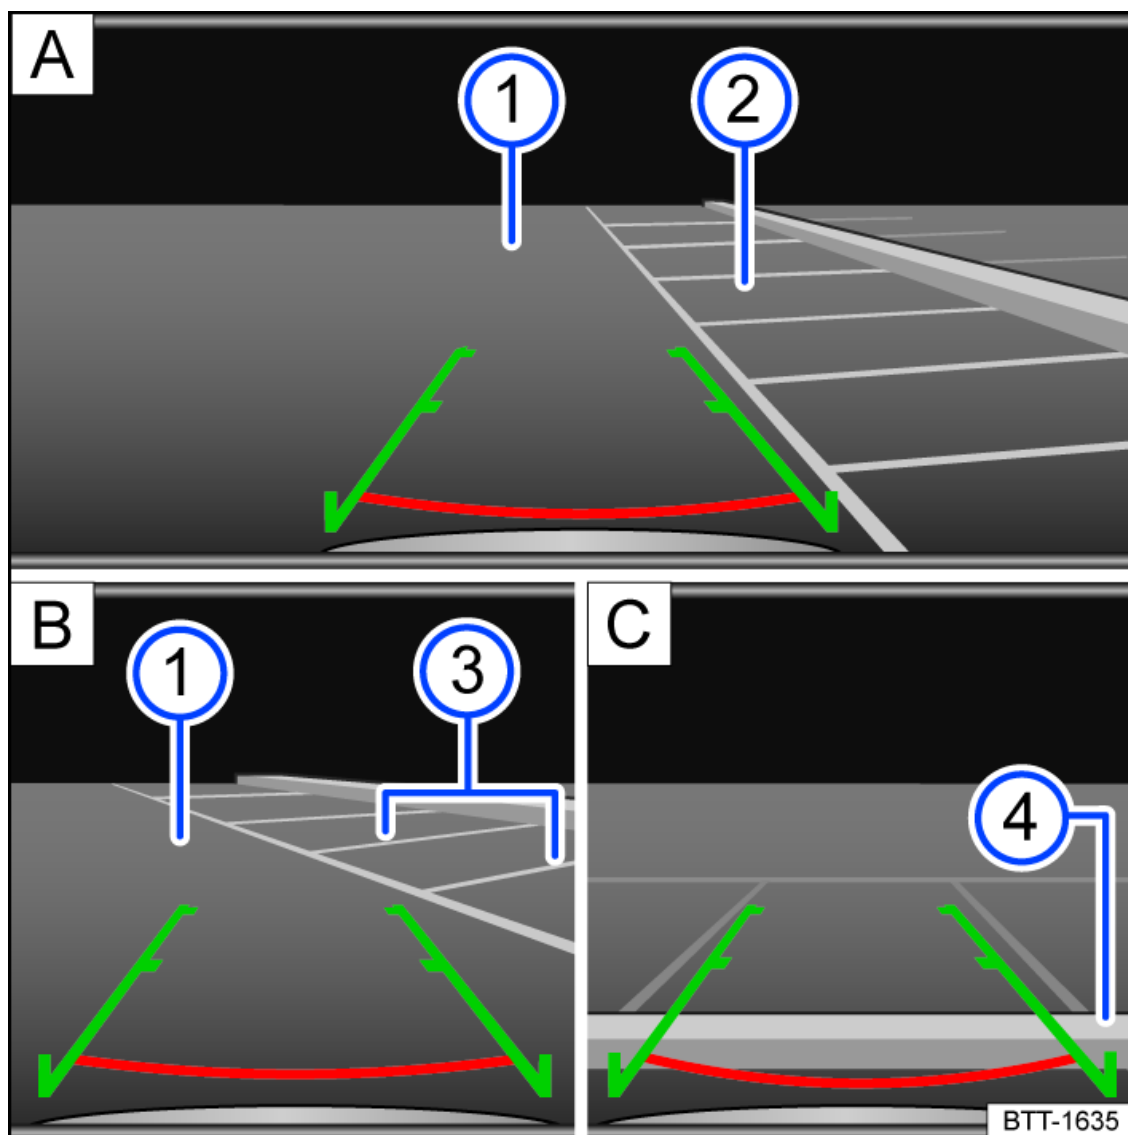

Fig. 1 Sistema infotainment: manovre di parcheggio con la retrocamera
- ① Strada
- ② Posto di parcheggio scelto
- ③ Limite laterale del posto di parcheggio scelto.
- ④ Limite posteriore del posto di parcheggio
1. Posizionare il veicolo davanti al posto di parcheggio → *fig. 1* **A** **2**.
3. Procedere lentamente in retromarcia e sterzare, in modo tale che le linee laterali verdi conducano all'interno dello spazio disponibile per il parcheggio. Le linee verdi devono coincidere con quelle laterali di demarcazione dello spazio di parcheggio → *fig. 1* **B** **3**.
4. Quando la linea orizzontale rossa raggiunge il limite posteriore → *fig. 1* **C** **4**, si deve fermare il veicolo.